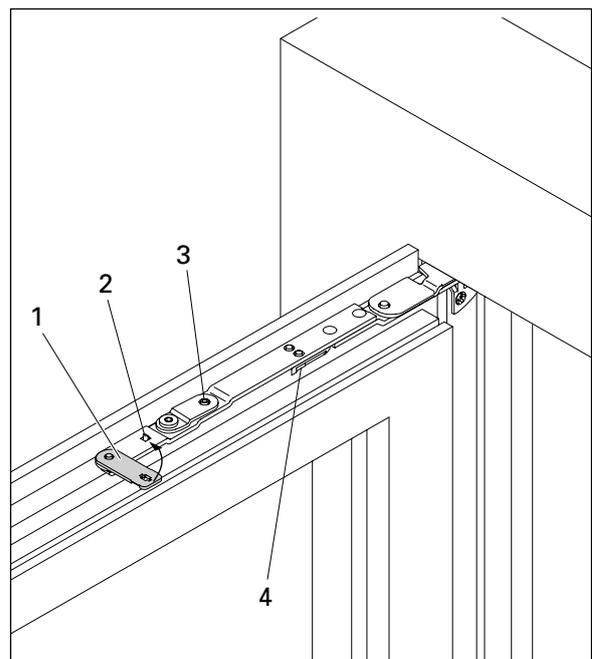

Abb. 2 / Fig. 2 / Ill. 2
**Flügel oben einhängen (Abb. 2)**
1. Einhängesicherung (1) um 90° ausschwenken. Schere 90° öffnen und auf den Anzugbolzen (4) der Oberschiene setzen.
2. Scherenbolzen (3) gleichzeitig in die Öffnung der Gegenstütze eindrücken.
4. Einhängesicherung (1) per Hand einschwenken, so dass die Sicherungsfeder (2) einrastet.
**Flügel oben aushängen (Abb. 2)**
1. Einhängesicherung (1) der Schere entriegeln:
**Accrochage de la partie supérieure de l'ouvrant (Fig. 2)**
1. Tourner la sûreté d'attache (1) de 90° vers l'extérieur. Ouvrir le compas de 90° et le placer sur la tirette (4) de la tête.
2. Insérer simultanément la tige du pivot de compas (3) dans l'orifice du contre-appui.
4. Faire pivoter manuellement la sûreté d'attache (1) vers l'intérieur de sorte à ce que le ressort de sûreté (2) s'enclenche.
**Décrochage de la partie supérieure de l'ouvrant (Fig. 2) [qu'en cas de besoin]**
1. Déverrouillage de la sûreté d'attache (1) du compas: